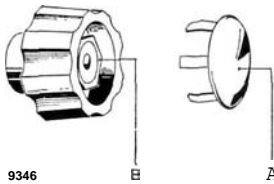

Bild 19. Abnehmen der Knöpfe
- Die Kappe „A“ entfernen (Bild 19).